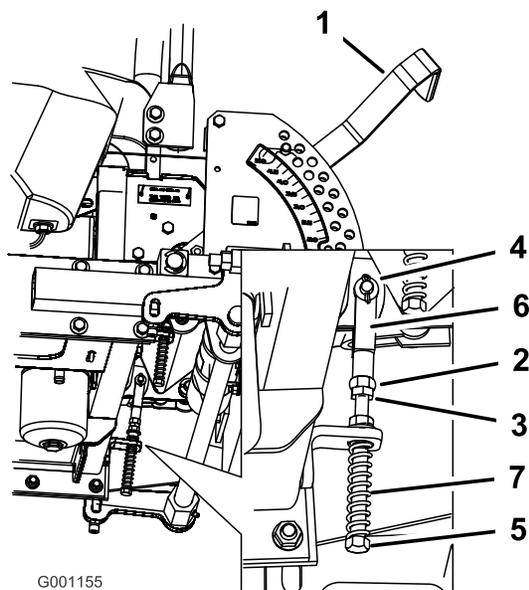

Figura 74
8. Se occorre regolare, allentate il dado e il controdado contro la forcella (Figura 74).
9. Premete leggermente indietro la leva di comando del movimento, e girate la testa del bullone di regolazione nella direzione opportuna finché la leva di comando non si trova al centro, in posizione di bloccaggio in folle (Figura 74).
10. Serrate il dado e il controdado (Figura 74).